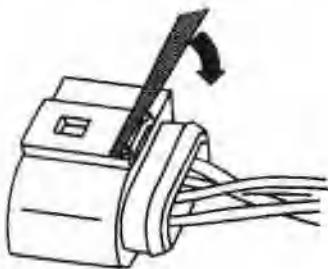

图1.17 拆卸燃油泵(一)
- ① 查取车载收音机防盗密码，关闭点火开关，断开蓄电池搭铁线。
- ② 拆下行李舱底板装饰板下的燃油箱凸缘盖。
- ③ 松开4针插头并拆下，如图1.17所示。